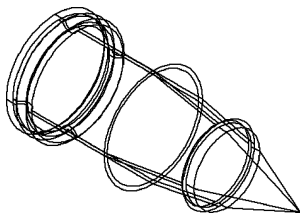

图 13-52 东南等轴测的视图
(1) 单击“三维工具”选项卡“实体建模”面板中的“并集”按钮, 将子弹弹壳和弹头进行合并。
(2) 单击“可视化”选项卡“视图”面板中的“东南等轴测”按钮, 将视图切换到东南等轴测视图, 结果如图 13-52 所示。